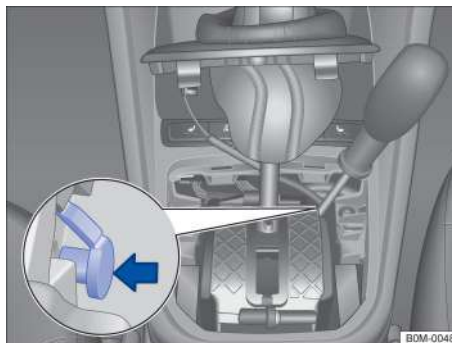

Рисунок 79. Под крышкой коробки передач: устройство аварийной разблокировки.
- Нажмите рычаг разблокировки в направлении стрелки и удерживайте его в этом положении → Рисунок 79.